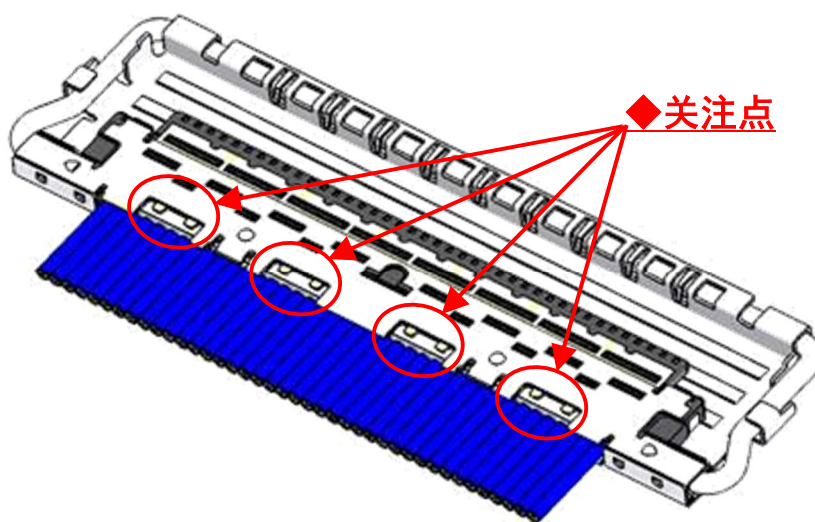

图 11 外壳 B 和接地棒焊接
- ④推荐将 Shell-A 和 Shell-B 用电烙铁全部焊接。（图 11◆部）